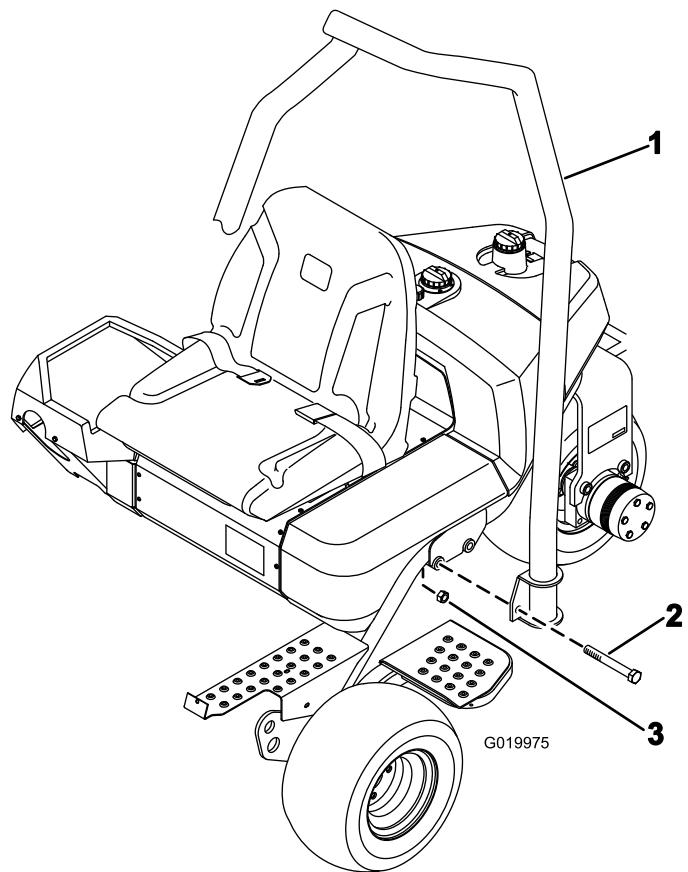

図 7
1. ROPS の上部の湾曲部が機体の前方を向くようにROPSを配置する図 7。
- ROPS をフレームの上に降ろし、取り付け穴に整列させる図 7。
- ROPS の左右それぞれをフレームに固定するボルト2本 $\frac{5}{8}$ x 4 $\frac{1}{2}$ インチと、ロックナットを図 7 のように使用する。183-223 N.m 1.2-1.5 kg.m = 135-165 ft-lbにトルク締めする。